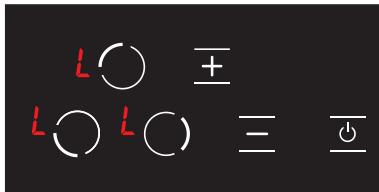

Abbildung 21
1. Wenn der Herd eingeschaltet und die Tastensperre aktiv ist, erscheint das Symbol **L** auf dem gesamten Bildschirm. (siehe Abb. 21) Wenn eine heiße Kochplatte vorhanden ist, werden die Symbole **L** und **H** abwechselnd auf dem Bildschirm angezeigt. Nur mit der Taste kann der Herd ein- und ausgeschaltet werden.